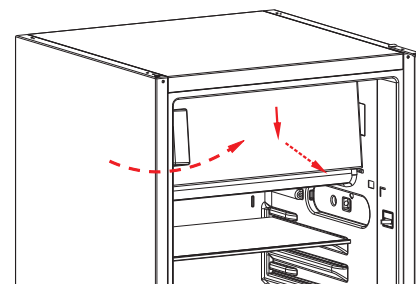

Fig. 9
- ▶ Anbring frostboksdøren på frostboksen igen, ved at skubbe frostboksdøren let skråt opad nede fra (fig. 9). Sørg for at tappene på dørens overside sidder i udsparringen på apparatet, og at tætningen lukker korrekt med frostboksens kant.